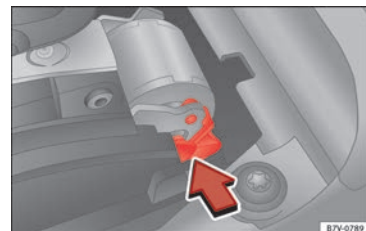

Fig. 51 Nødoplåsning af gearvælgerlås
- Tryk udløserarmen » Fig. 51 i pilens retning, og hold den i denne position.